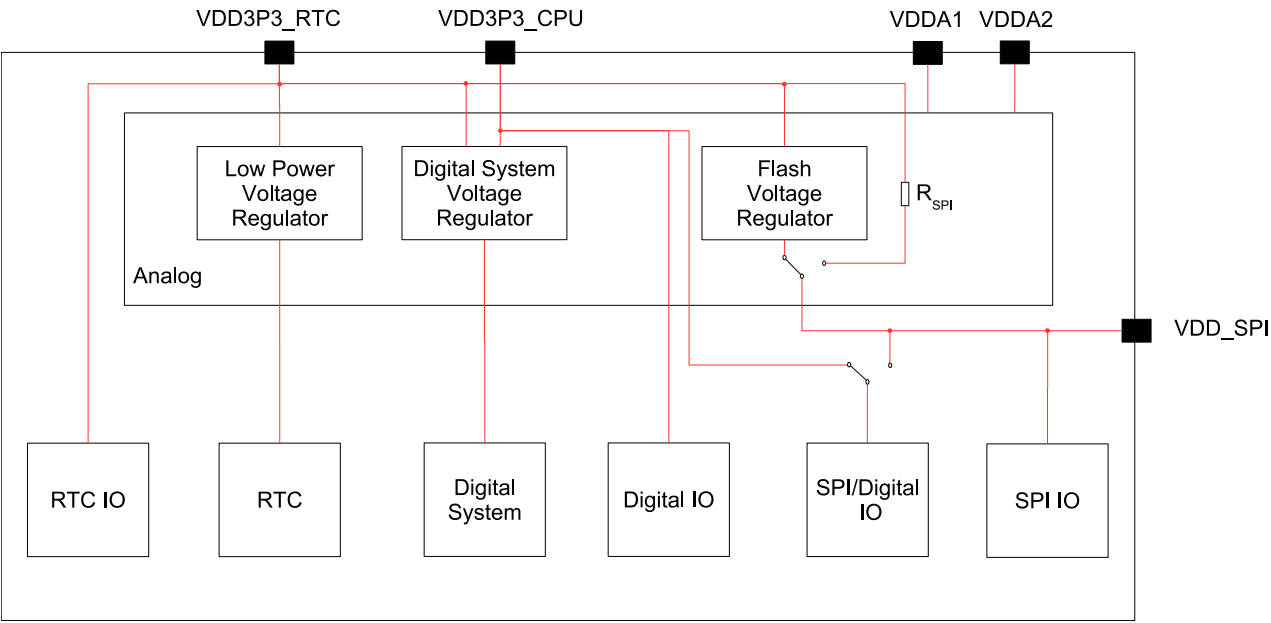

图 2-2. ESP32-S3 电源管理
- ⁵ RTC IO 管脚即由 VDD3P3_RTC 供电的管脚，如图 2-2 ESP32-S3 电源管理 所示，也可参考表 2-1 管脚概述 > 供电管脚一栏。
电源管理如图 2-2 ESP32-S3 电源管理 所示。